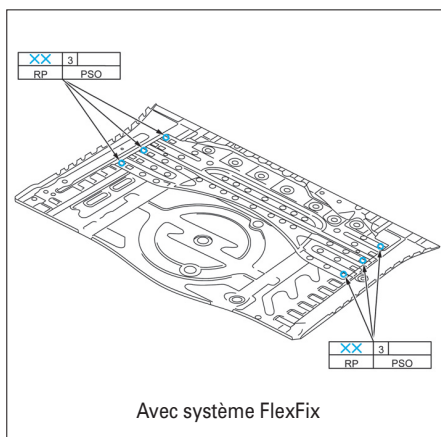

FIG. 71
- Avec système FlexFix, préparer le plancher arrière neuf (Fig.71).